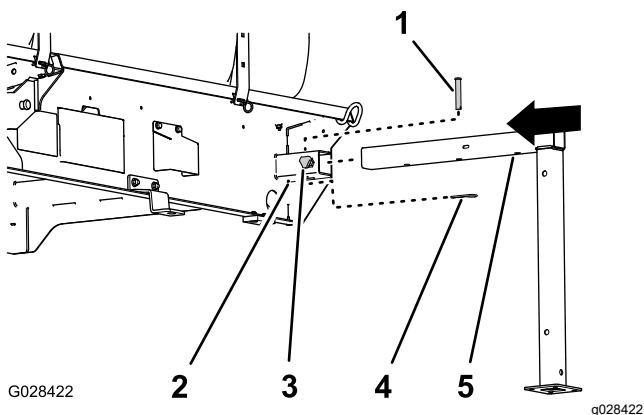

Figura 135
- Alinee el soporte fijo delantero con el receptor del soporte fijo de la parte delantera del depósito (Figura 135).
- Inserte el soporte fijo en el receptor hasta que el orificio central del tubo del soporte fijo horizontal esté alineado con el orificio de la parte superior del receptor (Figura 135).
- Enrosque un pomo de bloqueo en el receptor y apriételo a mano (Figura 135).